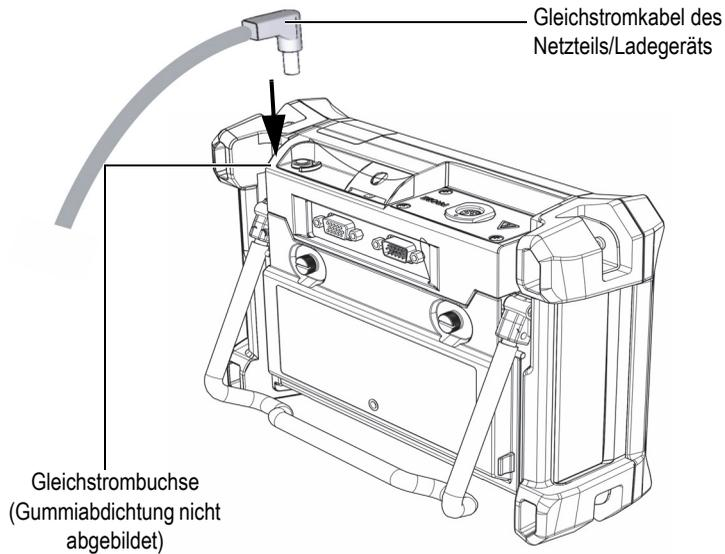

Abbildung 2-8 Anschluss des Gleichstromkabels
3. Schließen Sie das Gleichstromkabel des Netzteils/Ladegeräts an die Gleichstrombuchse oben am BondMaster 600 an (siehe Abbildung 2-8 auf Seite 40).